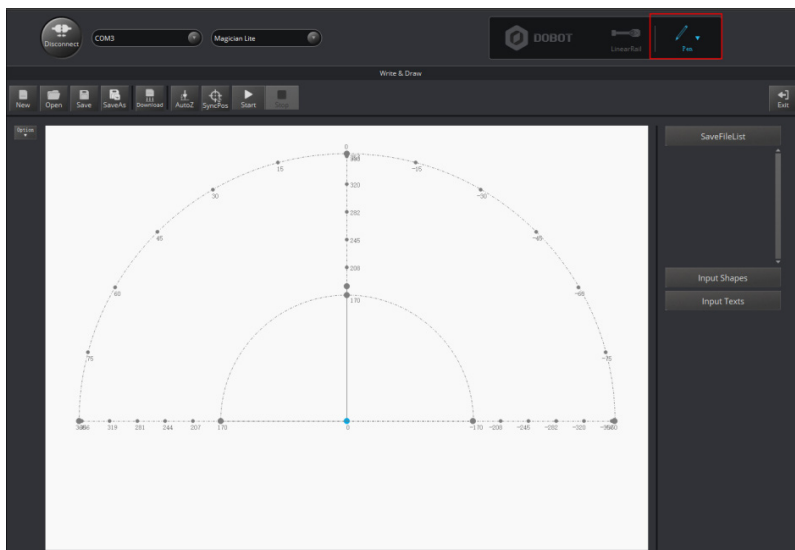

Figura 80: Escolha Pen como atuador de extremidade
3. Escolha **Pen** como atuador de extremidade na página **Write & Draw**, como mostrado na Figura 80: